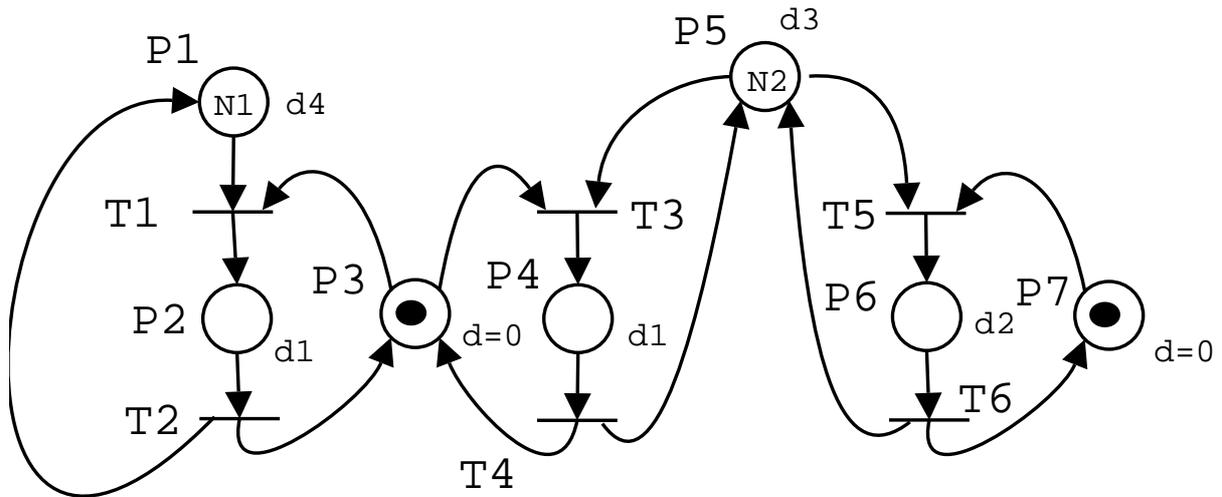

Figure 3: Recyclage des produits 1 et 2
Le fonctionnement du recyclage est modélisé par le réseau de Petri représenté figure 3. Le nombre de marques dans la place P_1 (resp. P_5) représente le nombre d'objets de type 1 (resp. 2) en cours d'utilisation par des consommateurs. Une marque dans la place P_3 (resp. P_7) indique que la machine 1 (resp. 2) est disponible. Une marque dans la place P_2 (resp. P_4) indique que la machine 1 est en train de recycler un objet 1 (resp. 2). Une marque dans la place P_6 indique que la machine 2 est en train de recycler un objet de type 2.
- Déterminer la matrice d'incidence arrière et la matrice d'incidence du réseau de Petri représenté figure 3.